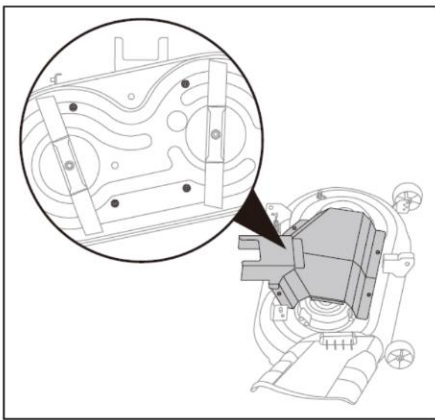

Fig.26A
4. Ta bort skyddet genom att lossa fyra muttrar. (Fig. 26A)